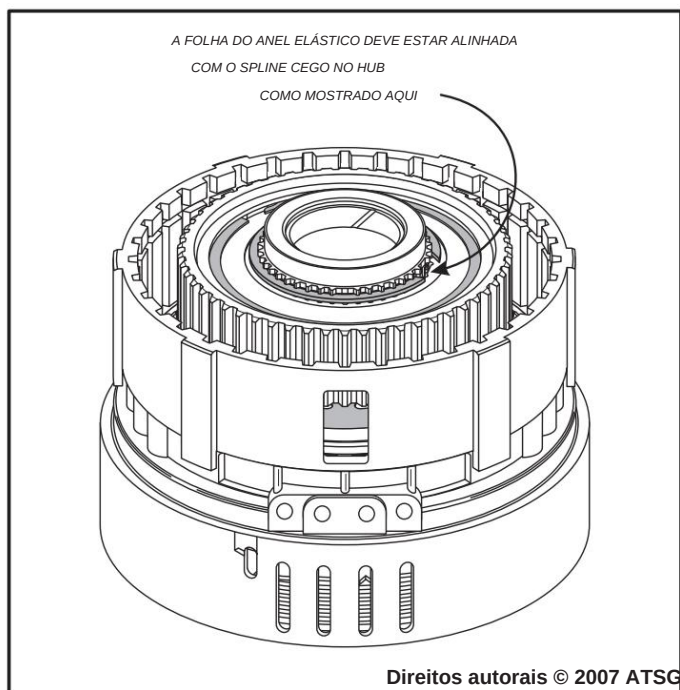

Figura 114
**Observação:** *A abertura do anel elástico deve estar alinhada com a ranhura cega na pista interna, conforme mostrado na Figura 114.*